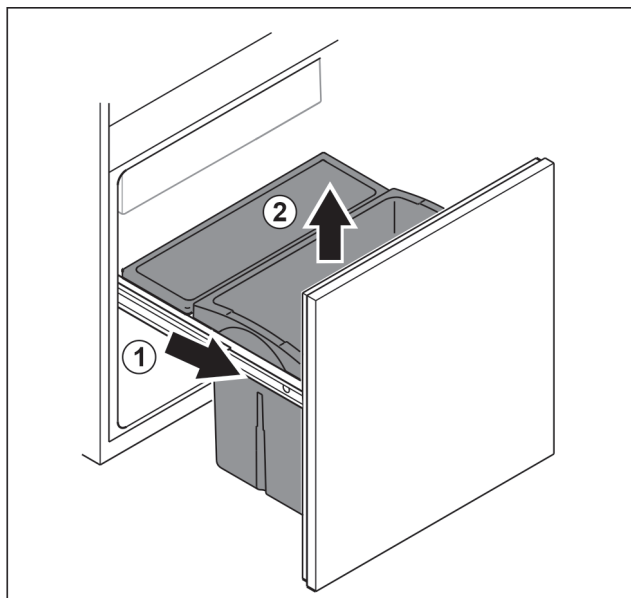

Fig. 148
- ▶ Вытяните выдвижную тележку до упора. Fig. 148 (1)
- ▶ Извлеките выдвижной ящик движением вверх. Fig. 148 (2)